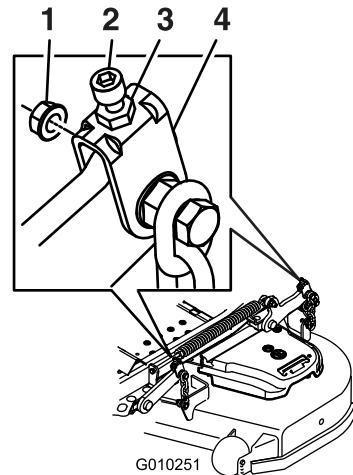
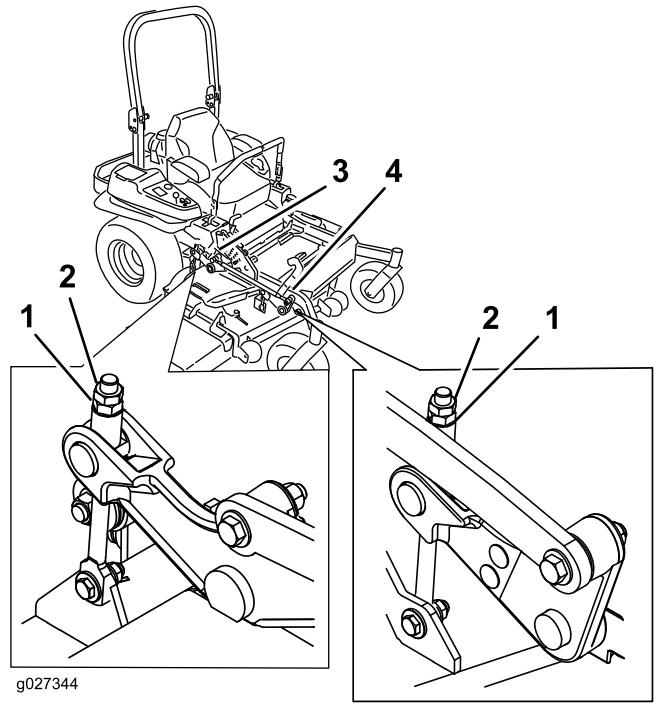

Figura 125
Figura 126
10. Gire la tuerca de ajuste del conjunto de elevación de la carcasa delantera para modificar la altura (Figura 125 o Figura 126).
16. Gire el tornillo de ajuste hasta obtener una altura de 8.3 cm ($3\frac{1}{4}$ ") (Figura 126).